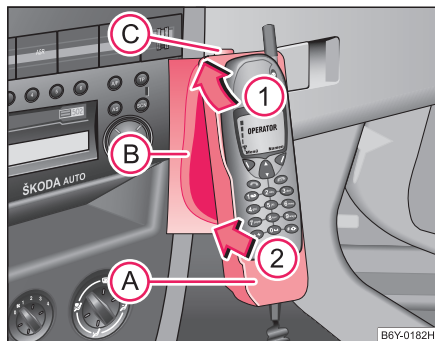

Fig. 89 Legătura telefonică universală
- Introduceți adaptorul și telefonul în suportul (B) întâi în direcția săgeții (1) ⇒ Fig. 89, până la limită. Apăsăți ușor adaptorul în direcția săgeții (2), până când se fixează.
- Introduceți telefonul în adaptorul (A) (conform instrucțiunilor producătorului).